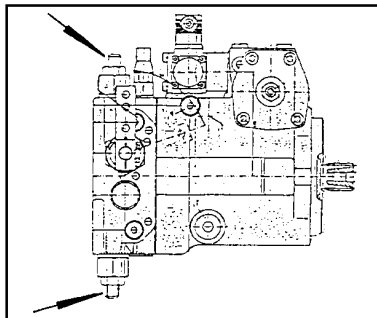

Figure 7-5
- (1) Sur la pompe hydrostatique:
- desserrez les contre-écrous des soupapes haute pression figure 7-5.